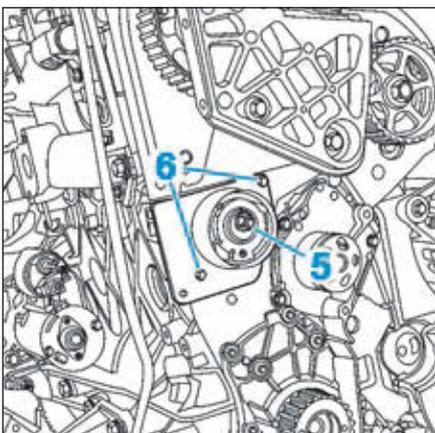

FIG.11
• Desserrer et déposer l'écrou du galet tendeur (5) puis la courroie de distribution (Fig.11).
• Déposer les deux vis (6) de fixation de la platine de galet tendeur et l'extraire.